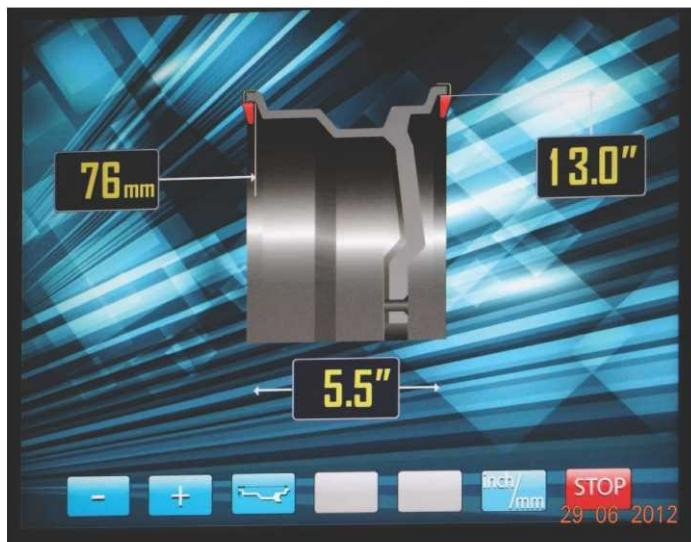

рис.10.2.
При включении питания СБ автоматически устанавливаются исходные параметры « d » и « b », записанные в памяти СБ, которые можно проконтролировать нажимая кнопку A,d,b кнопка 3 на рис.10.2.
В этом режиме функционируют кнопки «-» и «+» для ввода ширины диска, а также для коррекции диаметра диска и дистанции от корпуса СБ до колеса, если требуется их ручная коррекция. Переключение кнопок «-» и «+» для коррекции диаметра и дистанции осуществляется кнопкой A,d,b (кнопка 3 рис.10.2), при этом корректируемая величина выделяется красным цветом, кроме того кнопка A,d,b позволяет перейти к экрану ввода геометрических параметров из экрана основного рабочего режима.
11.2.1. Введите геометрические параметры колеса как описано в п. 10.2 или 10.4. На экране ввода геометрических параметров отображается стандартная балансировка грузами на пружинках рис.10.2 или 10.4..